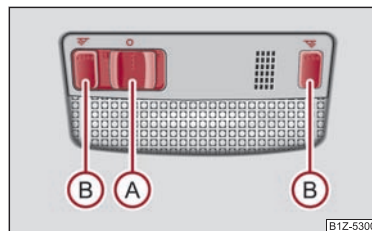

Abb. 44 Fahrzeuginnenbeleuchtung - Variante 1
- Drücken Sie den Schalter (A) zum Rand der Leuchte, es erscheint das Symbol ➡ ➡ Abb. 44.